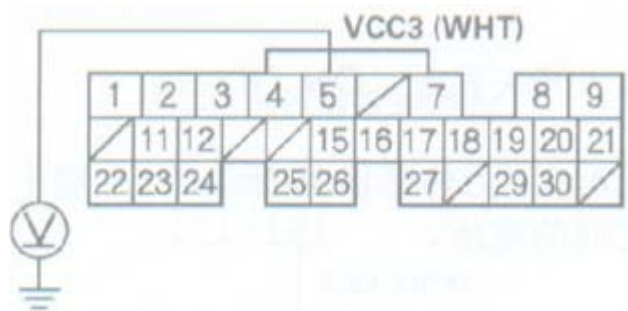

图 1
1) 将点火开关置于 ON(II) 处。
5) 将点火开关置于 OFF 处，跨接 SCS 线路，断开 PCM 插头 B (24P) (见图 1)。